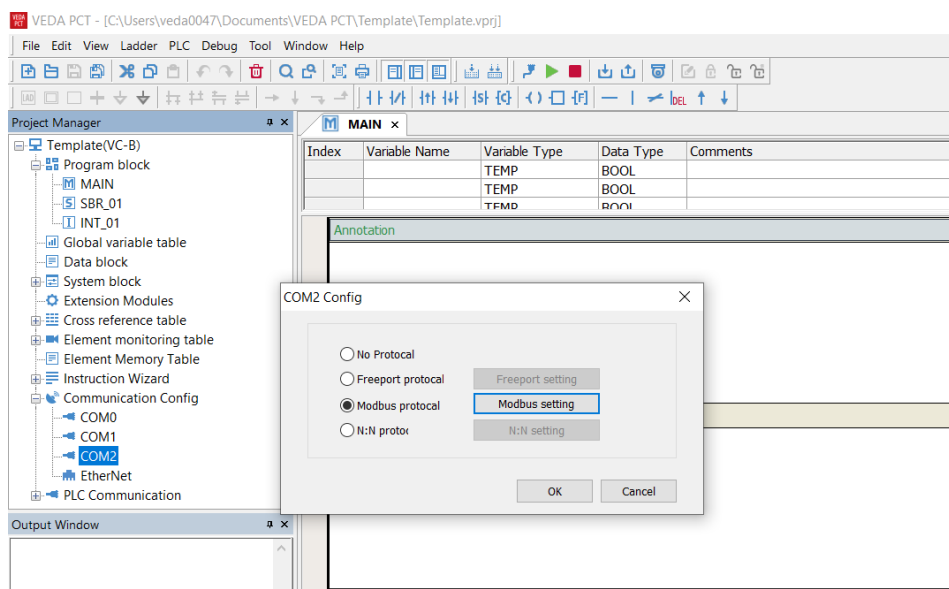

Рисунок 4-1 Выбор порта и протокола
1) В дереве проекта (Project Manager) из Communication Config выберите COM2 и дважды щелкните на нем. Откроется окно COM2 config, где можно выбрать используемый протокол, например Modbus protocol, и нажать кнопку Modbus setting (см рис. 4-1).